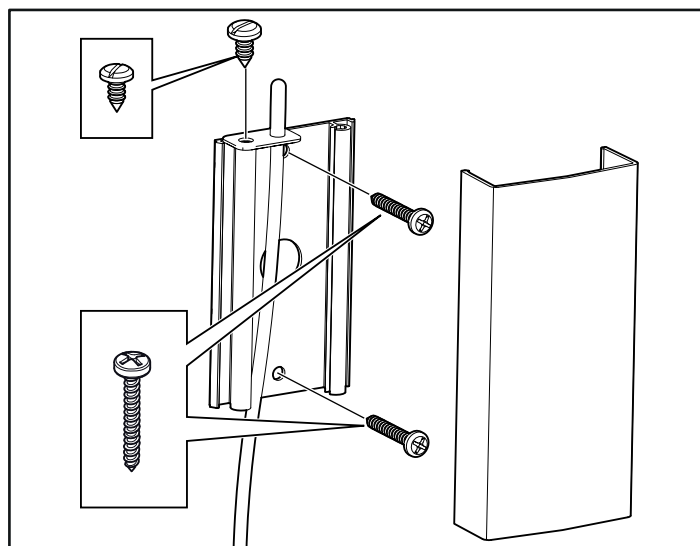
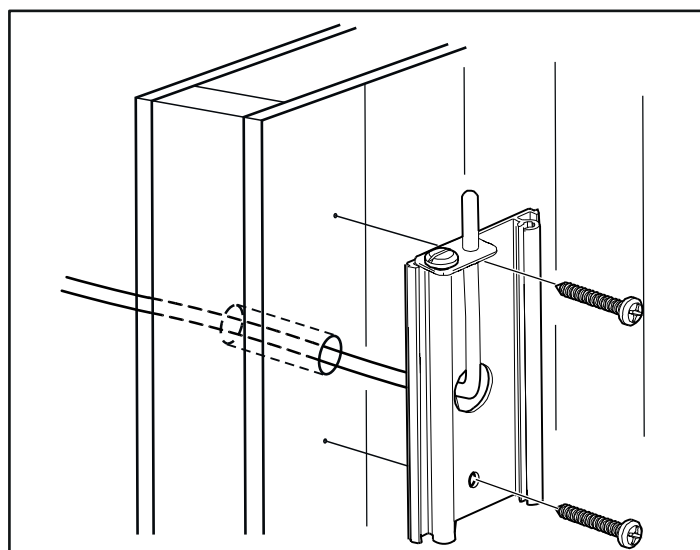

Figure 21 : Installation de la sonde
Figure 22 : Raccordement à travers la cloison.
3. Installez la sonde sur le mur (voir figure 21). Le fil de la thermistance peut également être passé dans le mur. Bouchez tous les trous dans le mur derrière la sonde (voir figure 22). Le fil de thermistance peut être prolongé à l'extérieur du sauna à l'aide d'un fil à basse tension (2 pôles).